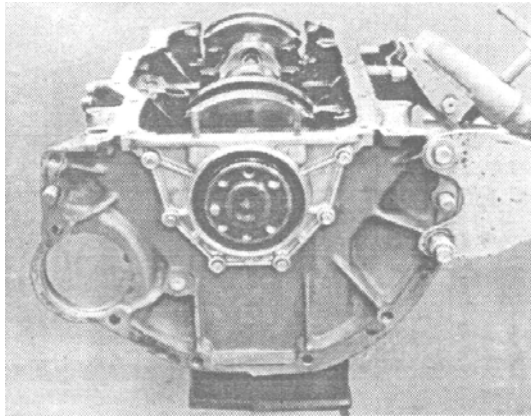

Рисунок 50 – Установка держателя заднего сальника коленчатого вала
- заполнить на 2/3 полости между рабочей кромкой и пыльником резиновой манжеты смазкой ЦИАТИМ-221, установить и закрепить сальникодержатель к блоку болтами с моментом 11, 76... 17, 64 Н·м (1, 2...1, 8 кгс·м) (рисунок 50);